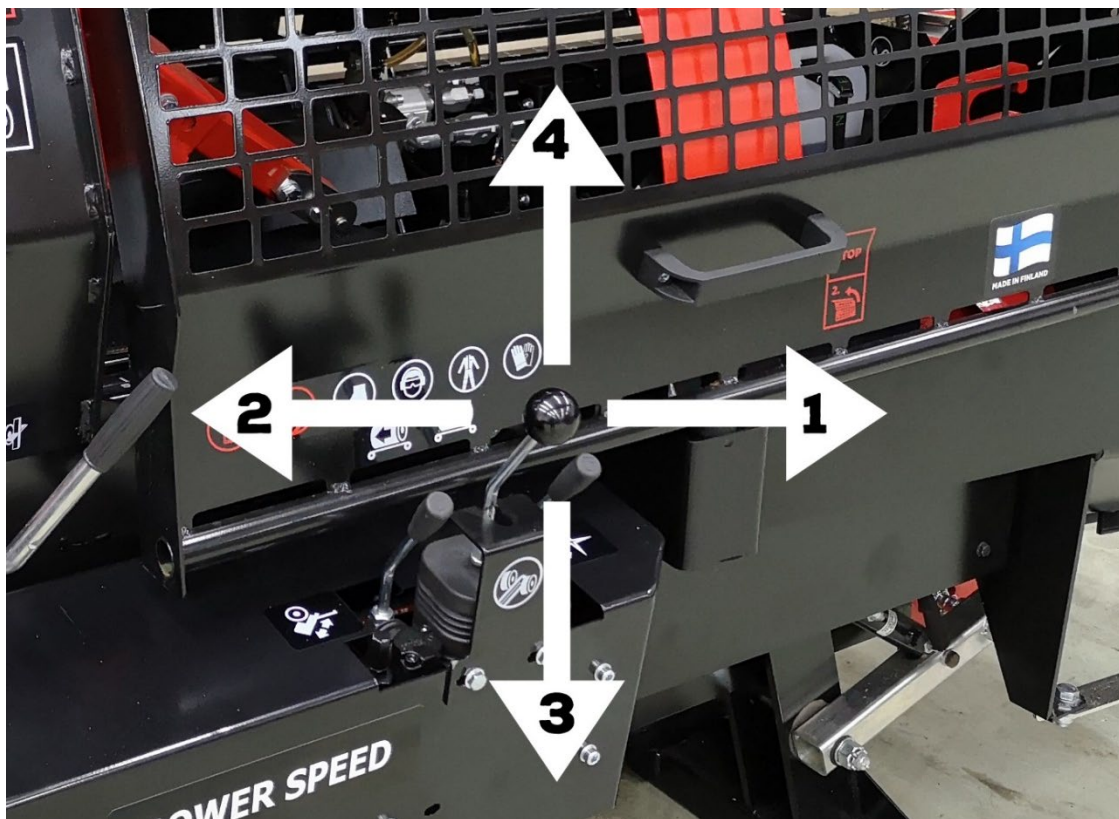

Figure 25
- ❑ Tirez le joystick D dans la direction 3, Fig. 25.
- ❑ Poussez le joystick D dans la direction 4, Fig. 25.